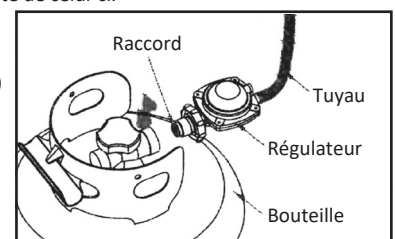

Fig. 1
- Vérifier que le joint du régulateur est correctement monté et qu'il est en mesure de remplir sa fonction. (Fig. 1)
- Pour le raccordement du tuyau et du détendeur ainsi que le raccordement du détendeur et du tuyau, se reporter à la figure 1.